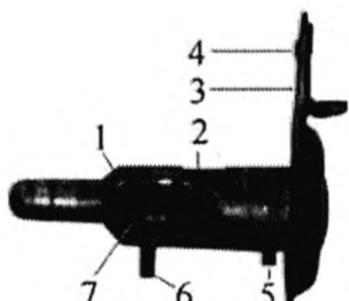

Рис. 27
Предохранитель-переводчик (рис. 27, вид снизу) служит для управления режимом стрельбы и обеспечения безопасности при обращении с пистолетом-пулеметом. Предохранитель-переводчик состоит из пружинящего флагжка (3) с фиксирующей выдавкой (4) для фиксации в положениях, соответствующих режиму стрельбы, и неподвижно соединенной с ним оси (1). На оси предохранителя-переводчика имеются фиксирующий выступ (5) для предотвращения осевого смещения предохранителя-переводчика, паз (2), взаимодействующий с выступом рычага автоспуска, выступ (6), приводящий в действие остановов затвора при постановке пистолета-пулемета на предохранитель, и выем (7), обеспечивающий свободное движение спускового крючка.